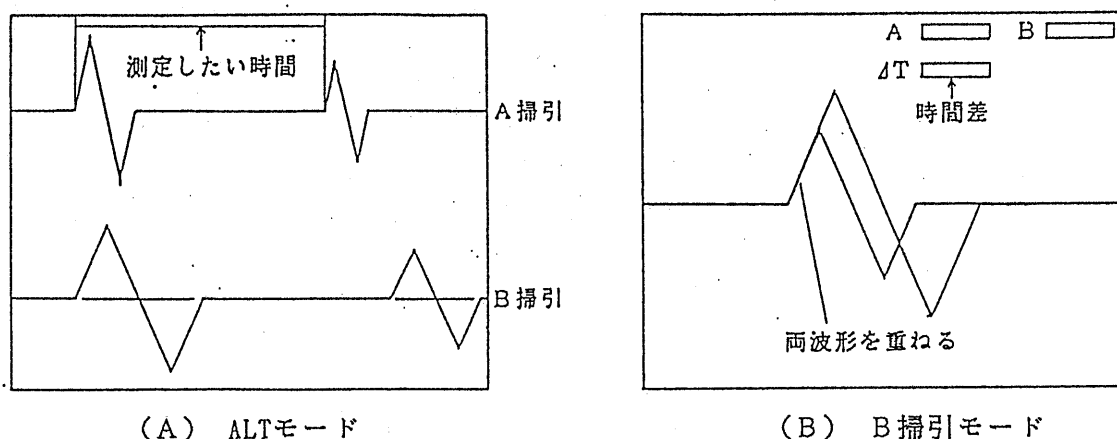

図 4-7 遅延掃引による時間差測定
2. HORIZ MODE ③⑥ を ALT モードに設定し B TRIG モードは解除した連続遅延モードにします。
3. CURSOR SW ①⑨ を  $\Delta T$  に合わせます。この時、管面には 2 ケ所の輝度変調部分をもった A 掃引波形と、2 つの遅延 B 掃引波形が現われます。(図 4-7 (A) 参照)
4. リードアウトコントロール ③③ により、2 ケ所の輝度変調部分をそれぞれ測定しようとする部分に移動します。
6. リードアウトコントロール ③③ を再度調節し、2 つの遅延 B 掃引波形上の時間差を測定しようとする測定点を重ね合わせます。(図 4-7 (B) 参照)